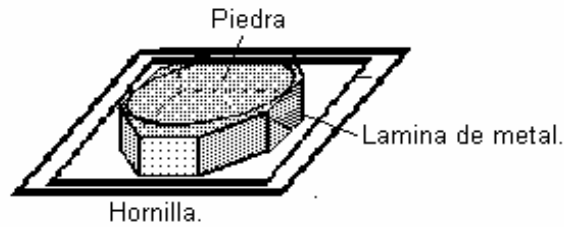

Figura 15: Calentamiento de la piedra para colocarla en el palillo con lacre.
D) Después se calienta la base de la piedra. Para esto se coloca una lamina metálica sobre la hornilla y luego se coloca la piedra hasta que esta se calienta, no se debe de sobrecalentar la piedra, pues podría romperse o quemarse (**Figura 15**).